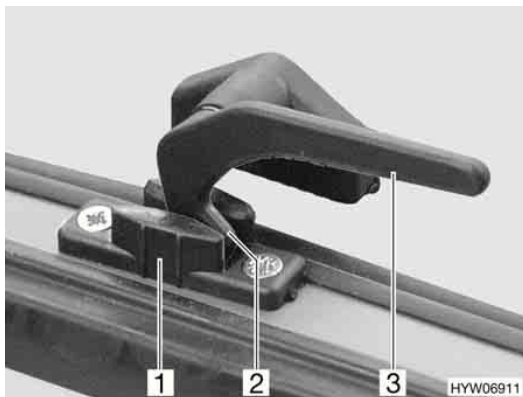

Fig. 12 Levier de verrouillage en position « Aération permanente »
- En position « Aération permanente » (Fig. 12)